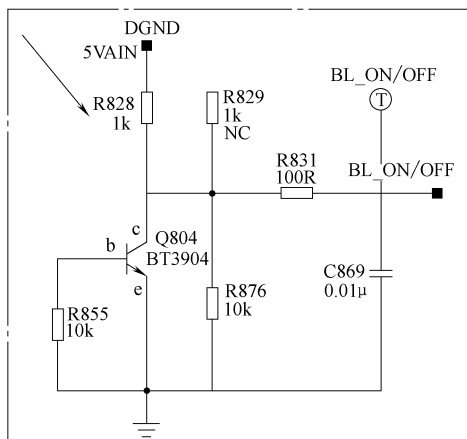

图 5-13 电阻 R828 相关电路截图
- 2) 电阻 R828 相关电路截图如图 5-13 所示。